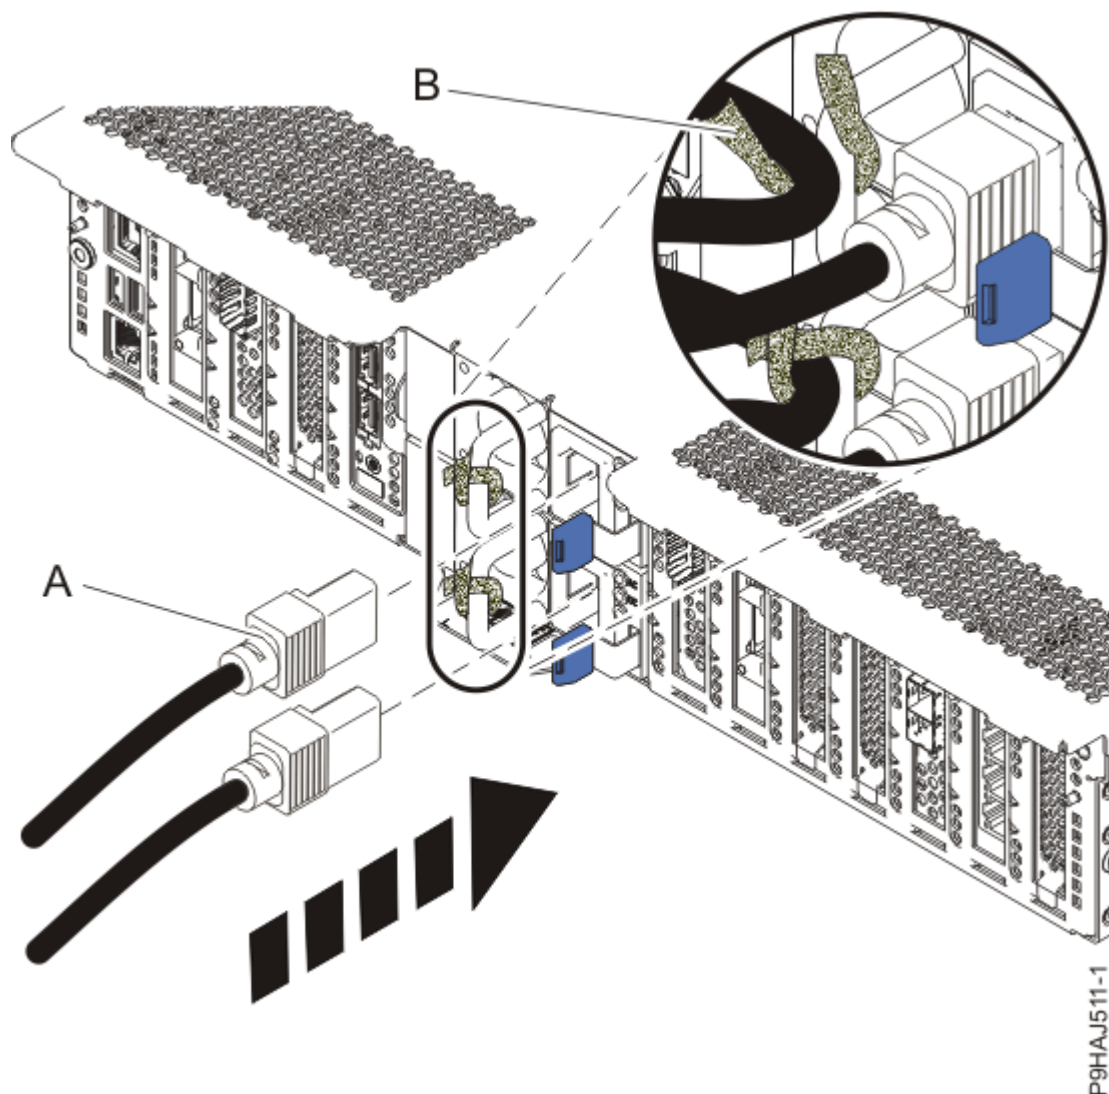

Figura 67. Connexió dels cables d'alimentació
7. Mitjançant les etiquetes, torneu a connectar els cables d'alimentació **(A)** a la unitat del sistema. Colleu els cables d'alimentació al sistema utilitzant les brides, **(B)**, tal com es mostra a Figura 67 a la pàgina 73.